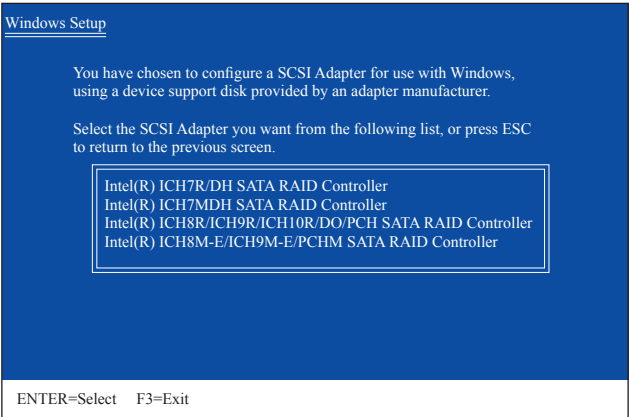

图2
放入存有SATA RAID/AHCI驱动程序的磁盘并按下<S>键。当如图2所示的画面出现时，请选择“Intel(R) ICH8R/ICH9R/ICH10R/DO/PCH SATA RAID Controller”，然后按<Enter>键，系统会从磁盘中下载SATA驱动程序。